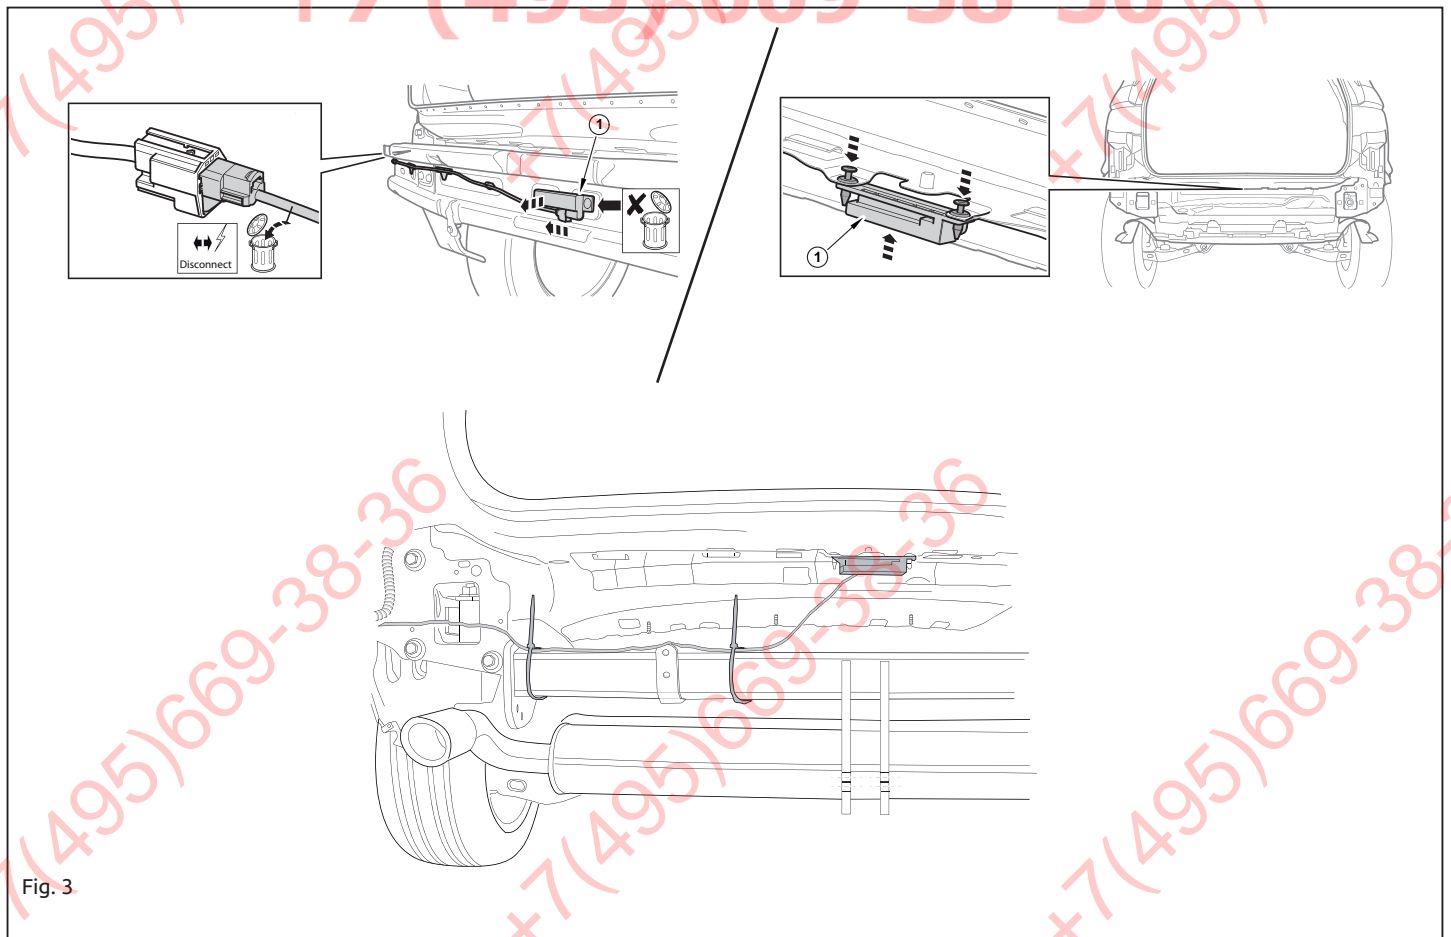

Fig. 3
10. Move the antenna if present. See figure 3.
10. Falls eine Antenne vorhanden ist, diese verlegen. Siehe Abbildung 3.
10. Le cas échéant, déplacer l'antenne. Voir la figure 3.